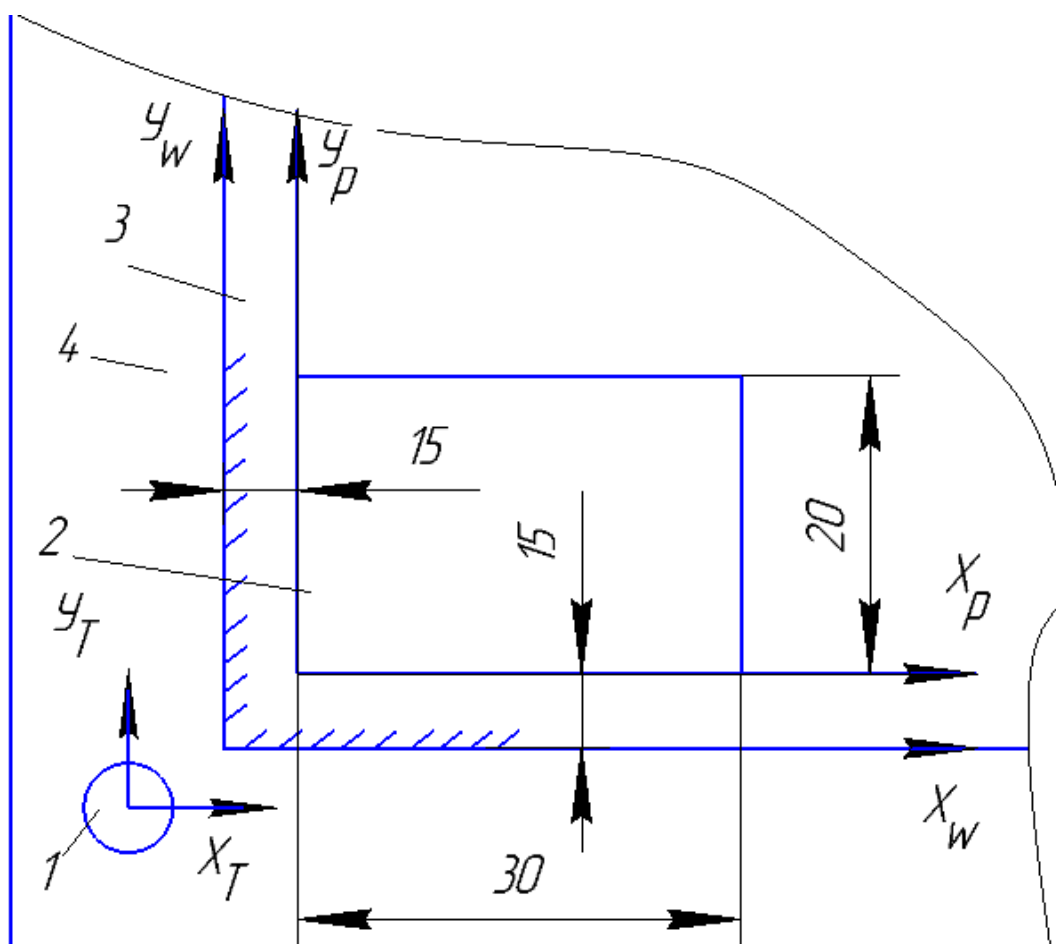

Рисунок 45 – Расположение заготовки детали на столе:
5.6 Выполняем обнуление по оси X, привязываясь к заготовке. Напомним, что обработка контура выполняется на заготовке (см. рисунок 45) заведомо больших размеров для обеспечения безопасности и целостности станка. Медленно подводим шпиндель станка с помощью пульта оператора (см. рисунок 43) до касания фрезы со стенкой заготовки (рисунок 49). Нажатием кнопки *Ноль X* обнуляем поле координаты X (рисунок 50). Будем считать это положение по оси X *нулевым* в координатной системе R.